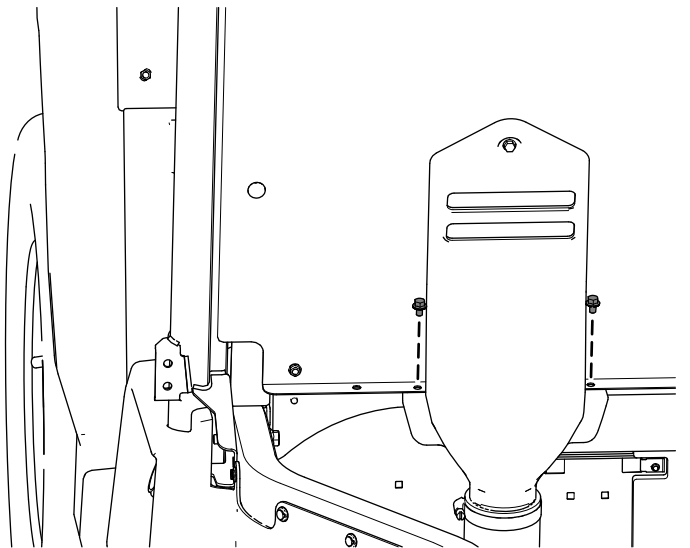

Figure 29
- G. Fixez le bas du capot d'admission de CVT au panneau de siège à l'aide des 2 boulons à embase ($\frac{1}{4}$ " x $\frac{3}{8}$ ") retirés précédemment, comme montré à la Figure 29.